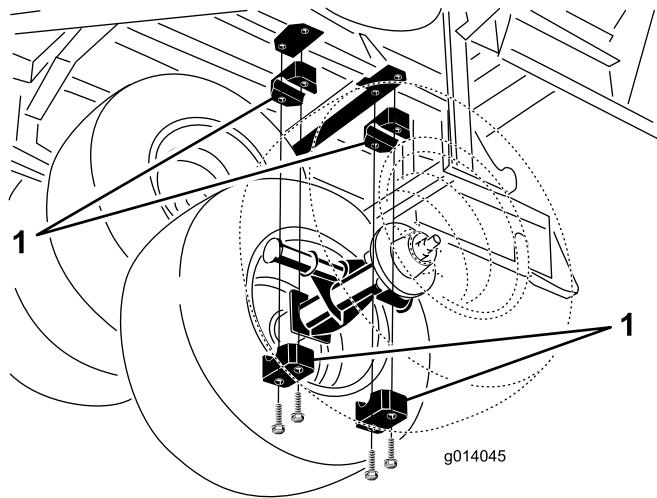

図 2
- 黄色いベアリング・ブロックを貫通しているボルト4本（車体の左右で車軸を支えているボルト）とナットを外す（図 2）。